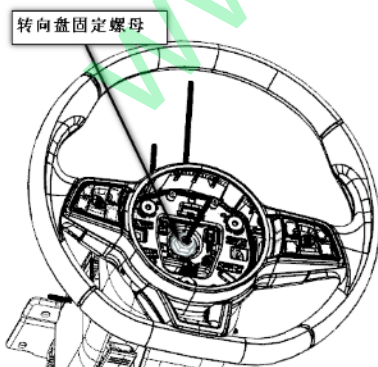

图 2-4
- ① 脱开线束接头。
- ② 使用 18#套筒拆下转向盘固定螺母，如图 2-4 所示。